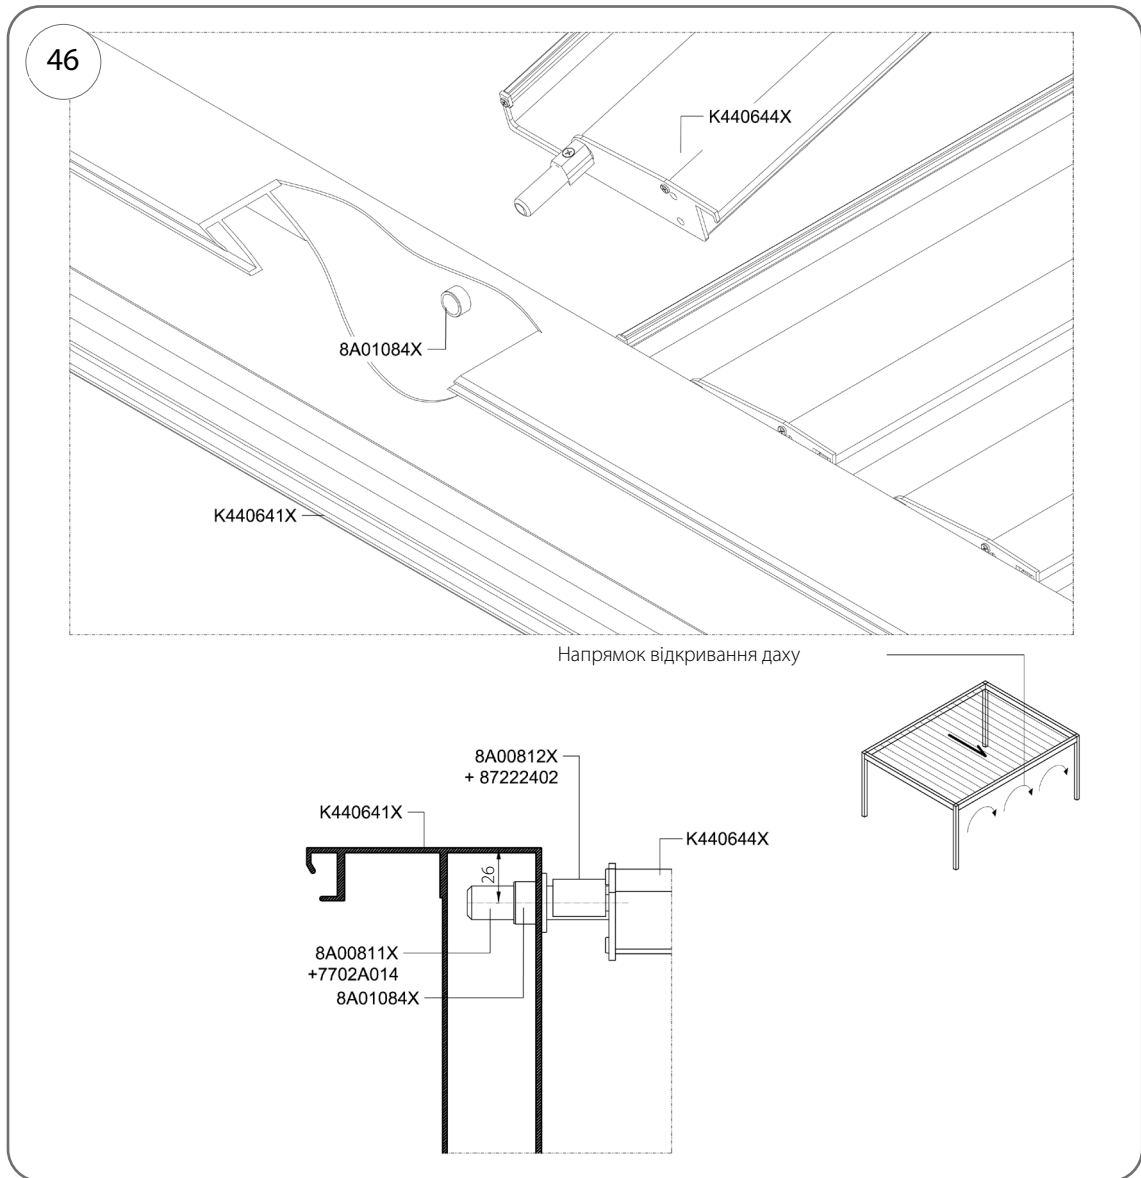

Рис. 46
1. Вставити вісь ламелі під кутом у втулку 8A01084X (Рис. 46).